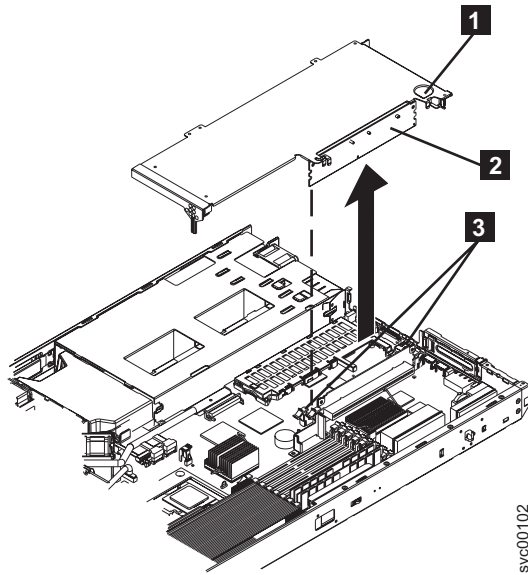

図 197. SAN ボリューム・コントローラー 2145-8F2 または SAN ボリューム・コントローラー 2145-8F4 のスロット 2 アダプター
- a. スロット 2 のライザー・カード (618 ページの図 197の **2**) の両側面にある固定クリップを、ライザー・カードからの接続がなくなるまで下方に押しながら開きます。